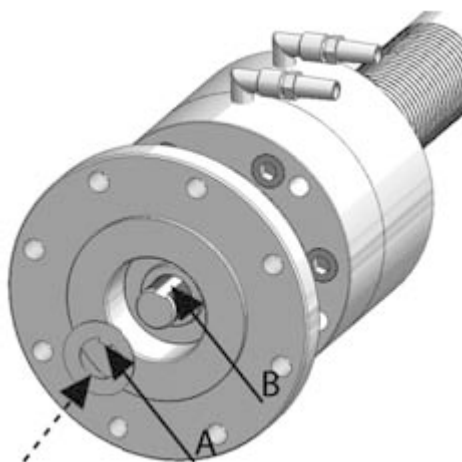

Figura 29. Montaggio del distanziale di fissaggio
7. Posizionare il distanziale di fissaggio in modo che l'aletta interna (figura 29, punto A) sia inserita nell'incavo della chiavetta.